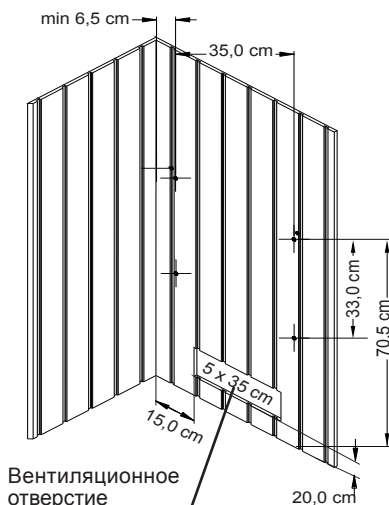

Рис. 2
2. Ввернуть 4 крепежных винта согл. рис. 2 соосно над воздухозаборным отверстием в стене парной так, чтобы между стеной и головкой винта оставалось прибл. 3 мм.